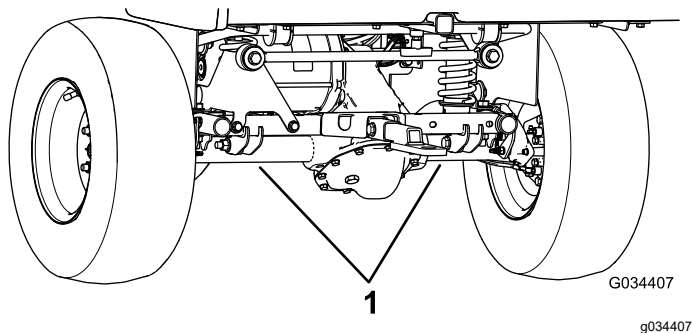

Figura 25
- El punto de elevación de la parte trasera de la máquina está situado debajo de los tubos del eje (Figura 25).